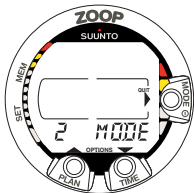

Fig. 4.1. Menu principale, accesso ai sottomenu [3 MODE]
1. Da DIVE premere una volta il pulsante MODE (Fig. 4.1.).